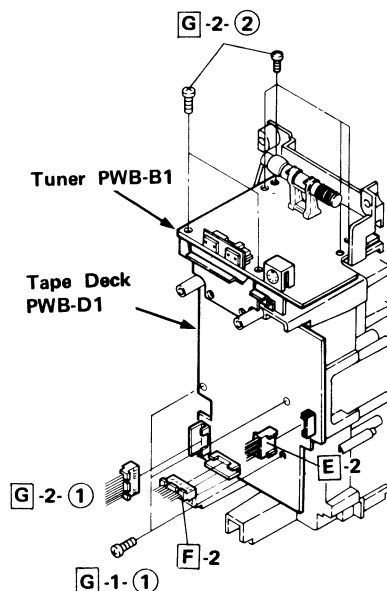

Figure 11-1
2. Pull out two sockets shown in Fig. 11-1.
2. Die beiden Buchsen gemäß der Abbildung 11-1 herausziehen.
2. Retirer les deux douilles indiquées dans la Fig. 11-1.
- ① Remove two screws from the tape deck P.W.B. shown in Fig. 11-1, and take the P.W.B. off.
- ① Remove one socket shown in Fig. 11-1.
- ② Remove four screws from the tuner P.W.B. shown in Fig. 11-1, and take the P.W.B. off.
- ① Die beiden Schrauben von der Cassettendeck-Leiterplatte gemäß der Abbildung 11-1 entfernen. Dann kann die Leiterplatte abgenommen werden.
- ① Die Buchse gemäß der Abbildung 11-1 entfernen.
- ② Die vier Schrauben von der Tuner-Leiterplatte gemäß der Abbildung 11-1 entfernen und die Leiterplatte entfernen.
- ① Enlever les deux vis de la P.M.I. de la platine magnétophone, puis retirer la P.M.I. Voir la Fig. 11-1.
- ① Enlever une douille indiquée dans la Fig. 11-1.
- ② Enlever les quatre vis de la P.M.I. du tuner indiquées dans la Fig. 11-1, et retirer la P.M.I.